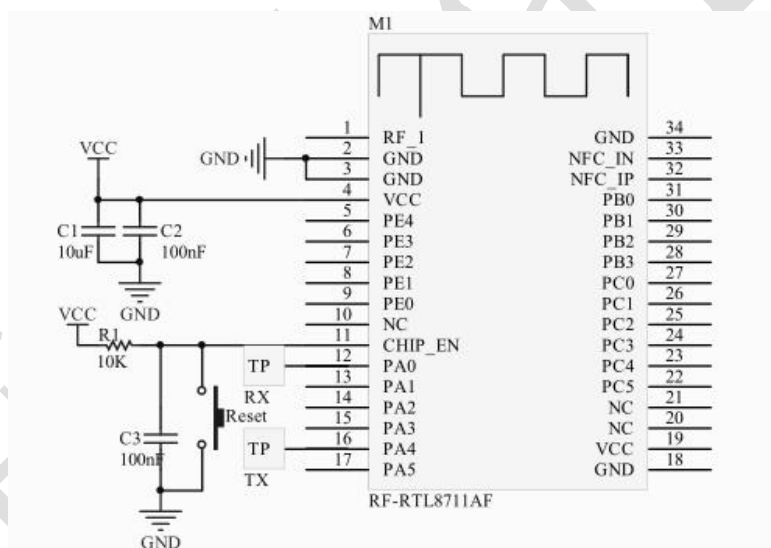
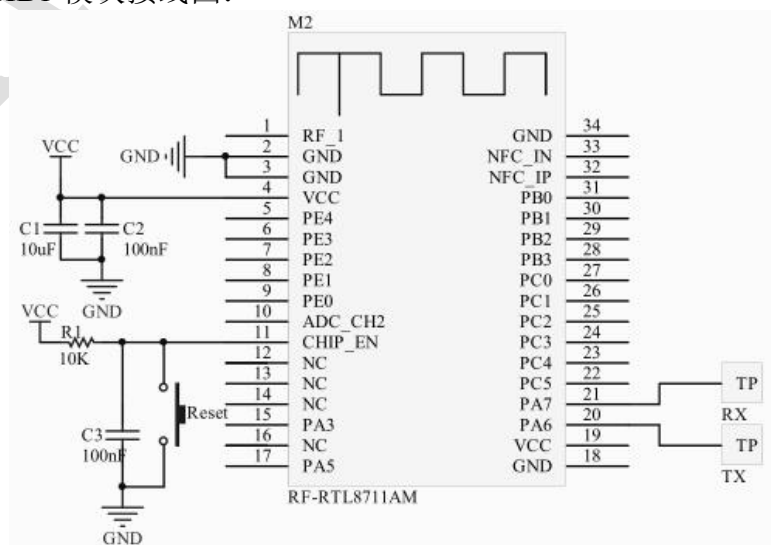

图 6 RF-WM-8711AFB1 接线图
图 7 RF-WM-8711AMB1 接线图
- a. 模块按照接线图（图 6 或图 7）接线，并通过 USB 转串口工具连接到电脑；